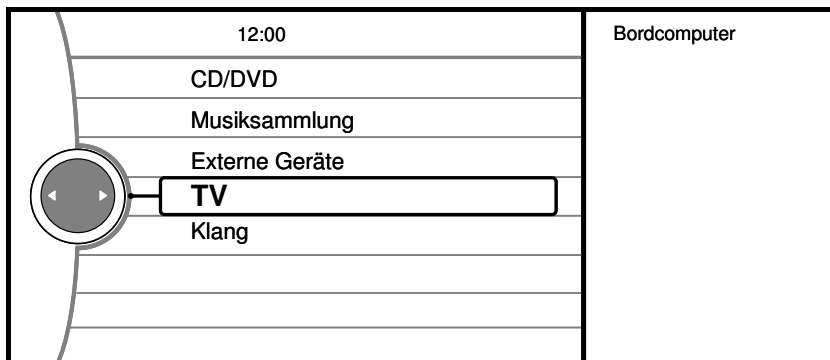

Abb. 33
5. Quelle **CD/MULTIMEDIA** auswählen – die **TV** Option ist jetzt verfügbar (Abb. 33)